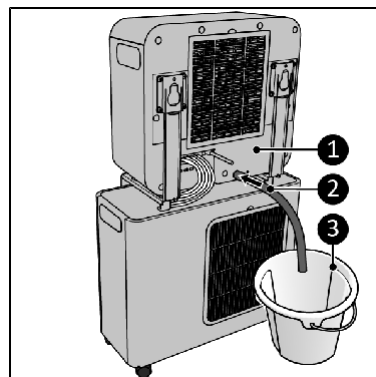

Figura 11
6. Conecte el tubo de evacuación de condensados (figura 11, número 2) a la parte trasera de la unidad interior (figura 11, número 1).
7. Oriente este tubo hacia un recipiente colector, por ejemplo, un cubo (figura 11, número 3).
2. Conecte el tubo de evacuación de condensados (figura 11, número 2) a la parte trasera de la unidad interior y diríjalo hacia un recipiente colector, por ejemplo, un cubo (figura 11, número 3).